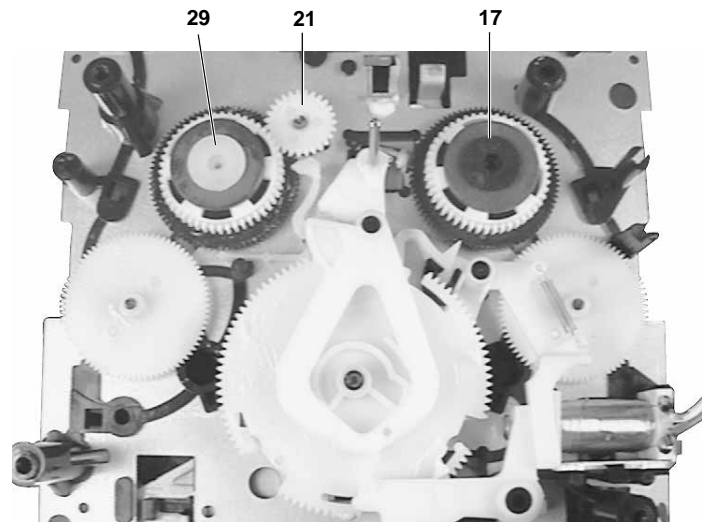

Fig. 13
- Bei Bedarf das Zahnrad 21 abziehen (Fig. 13).
- If necessary pull off the gearwheel 21 (Fig. 13).